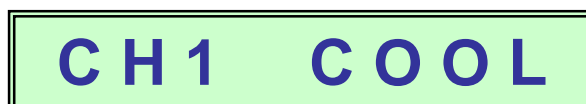

Рисунок 6. Индикация режима “OFF” воздушного клапана 1
- **Режим “OFF”** (см. рис. 6) – воздушный клапан канала 1 полностью закрыт. Надпись “OFF” будет мигать в течение 3 секунд, после чего режим “OFF” для канала 1 будет зафиксирован в энергонезависимой памяти.